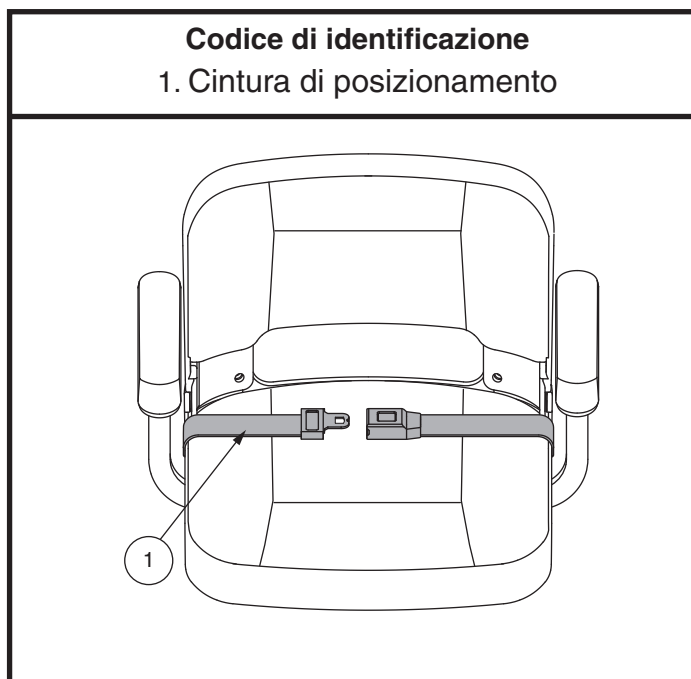

Figura 13. Regolazione della cintura di posizionamento
La Carrozzina elettrica può disporre di una cintura di posizionamento regolabile secondo la comodità dell'utente. **Vedere figura 13.** La cintura di posizionamento è progettata per sostenere l'utente in modo che non scivoli verso il basso o in avanti sul sedile e può essere regolata per maggiore comfort dell'utente. La cintura di posizionamento non deve essere usata come dispositivo di contenimento.
1. Una volta seduti, inserire la linguetta metallica su un lato della cintura nell'alloggiamento in plastica sul lato fino a sentire un clic. **Vedere figura 13.**